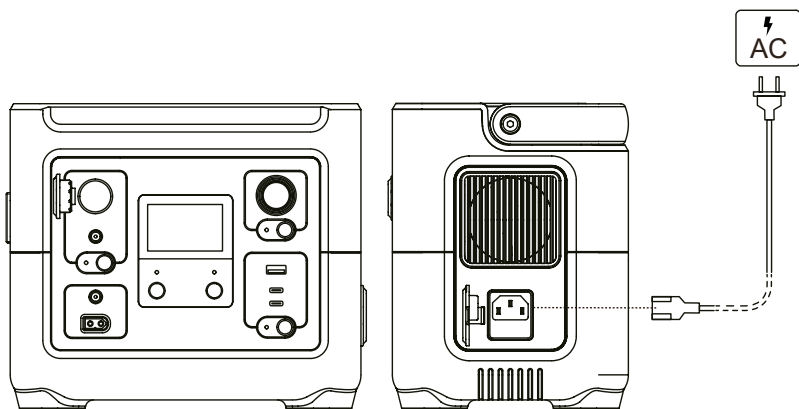

Рисунок 3. Схема заряджання доступними способами станції «PS 1000qc» («PS 500qc»).
5.2.1 Режим заряджання акумуляторної батареї виробу (рис. 3).
5.2.1.1 Заряджання від побутової мережі змінного струму (рис. 3).
5.2.1.2 Заряджання від автомобільної бортової мережі постійного струму (рис. 3).